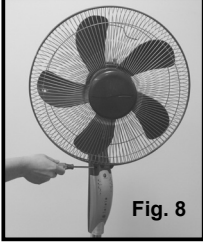

Fig. 8
4. **Fig. 8:** Ajuste la faja para sostener y mantener juntas ambas rejillas (Piezas #2 y #6). Utilice una mano para sostener las dos rejillas juntas (Piezas #2 y #6) y la otra para ajustar el tornillo en la faja de la rejilla de plástico (Pieza #1).
4. **Fig. 8:** Tighten the band to hold the two grilles (**Parts #2 & #6**) together. Use one hand to hold the two grilles (**Parts #2 & #6**) together and the other to tighten the screw on the plastic grille band (**Part #1**).